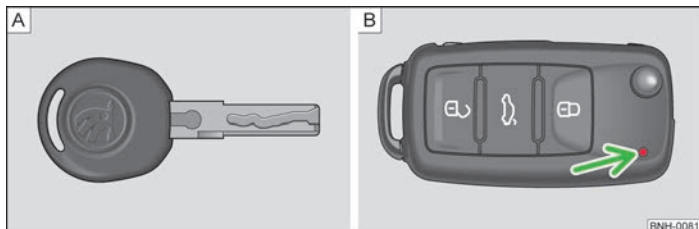
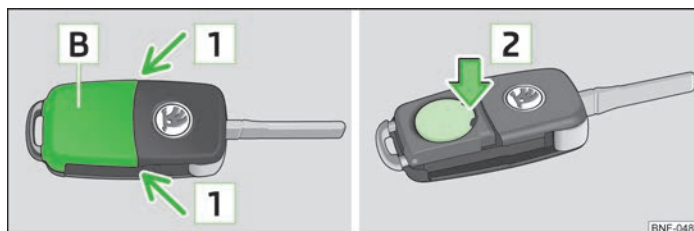

Fig. 8 Cheie fără comandă de la distanță / cheie cu comandă de la distanță (cheie cu telecomandă)
Fig. 9 Cheia cu telecomandă: îndepărtarea capacului/extragerea bateriei
La livrarea autovehiculului primiți două chei. În funcție de echipare, autovehiculul dumneavoastră poate fi echipat cu chei fără comandă de la distanță » fig. 8-A sau cu chei cu comandă de la distanță » fig. 8-B.
Fiecare cheie conține o baterie, care se găsește sub capacul [B] » fig. 9. Când bateria este descărcată, după apăsarea unei taste, lampa de control de culoare roșie » fig. 8 la pagina 20 - [B] de pe cheia cu telecomandă nu luminează intermitent. Vă recomandăm să vă adresați unui partener contractual ŠKODA pentru înlocuirea bateriei cheii. Dacă doriți totuși să înlocuiți singur bateria descărcată, procedați în felul următor:
- Apăsăți capacul bateriei cu degetul mare sau cu o șurubelniță cu vârf plat, în locurile marcate cu săgețile [1] » fig. 9.